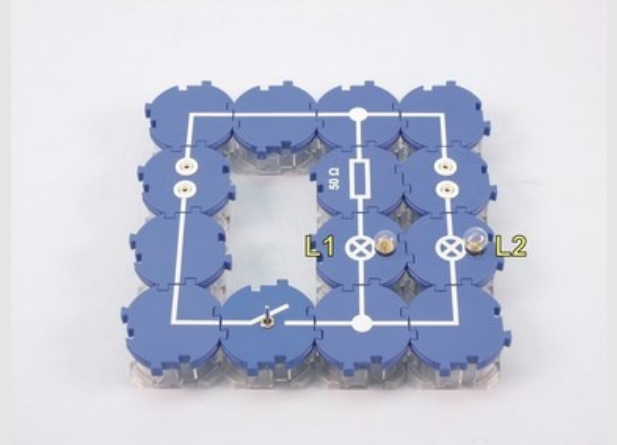

Fig. 1
- Place les bobines sur le noyau en U et presse fermement le noyau en U et la culasse l'un contre l'autre à l'aide de la vis de serrage. Construis l'expérience comme dans les figures 1 et 2. L'interrupteur est ouvert.